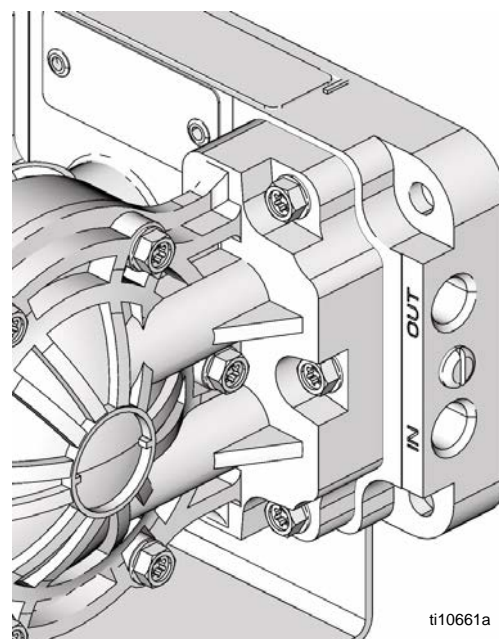

FIG. 3
FIG. 3. Em cada extremidade da tubagens de líquido existe uma porta de entrada (IN) e uma porta de saída (OUT). **NOTA: Certifique-se de que a porta OUT na tubagem do líquido está montada.** Desta forma, garante a ferragem adequada da bomba. **As linhas de entrada e de saída** do líquido podem ser ligadas na mesma extremidade ou em extremidades opostas da tubagem. Portas de fichas que não são utilizadas (fichas fornecidas).